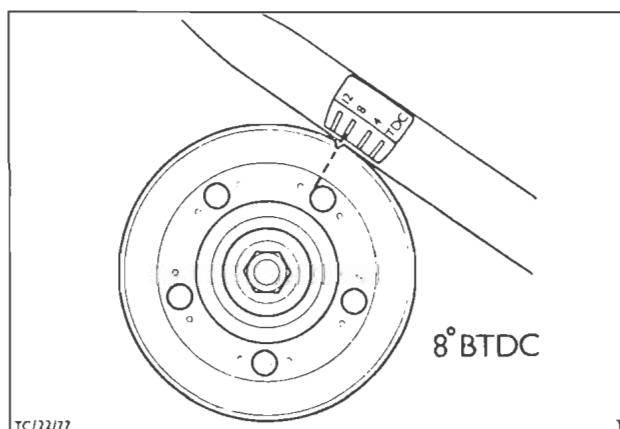

Fig. 73 - Tændingsindstillingsmærker (1,6 2V motor).
18. Med motoren på normal arbejdstemperatur justeres kamvinklen, tændingsindstillingen, Fig. 73, tomgangen og kulilteindholdet. (Som beskrevet i afsnit 22 og 23).